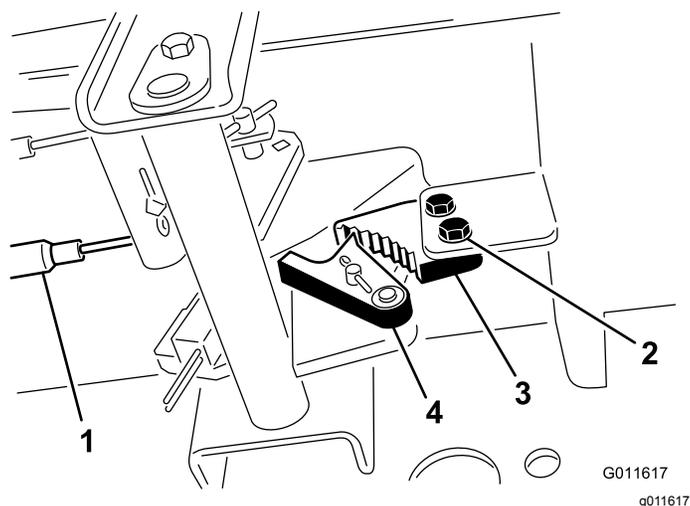

Figura 98
- Solte os 2 parafusos que prendem a lingueta do travão de estacionamento à estrutura (Figura 98).
- Carregue no pedal do travão para a frente até o detentor do estacionamento engatar completamente na lingueta do travão (Figura 98).